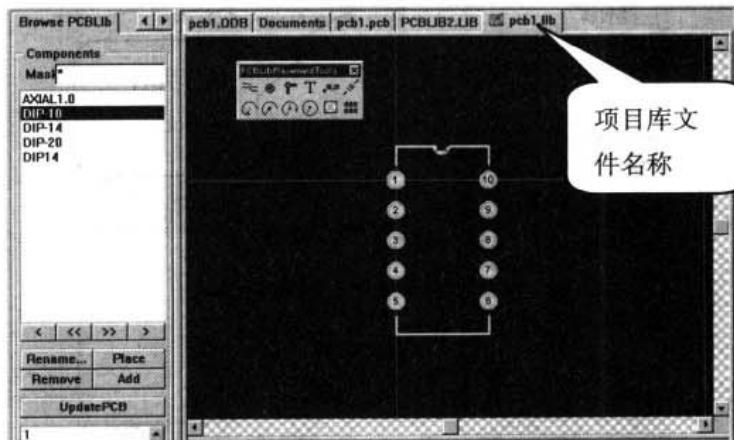

图 17-22 PCB 板项目库界面
- (1) 运行 Protel 99 SE，打开设计的 LED 显示电路 PCB 板。
- (2) 执行菜单命令 Design|Make Libraries，系统会自动生成相应的元件库文件，并把文件命名为 pcb1.lib，如图 17-22 所示。